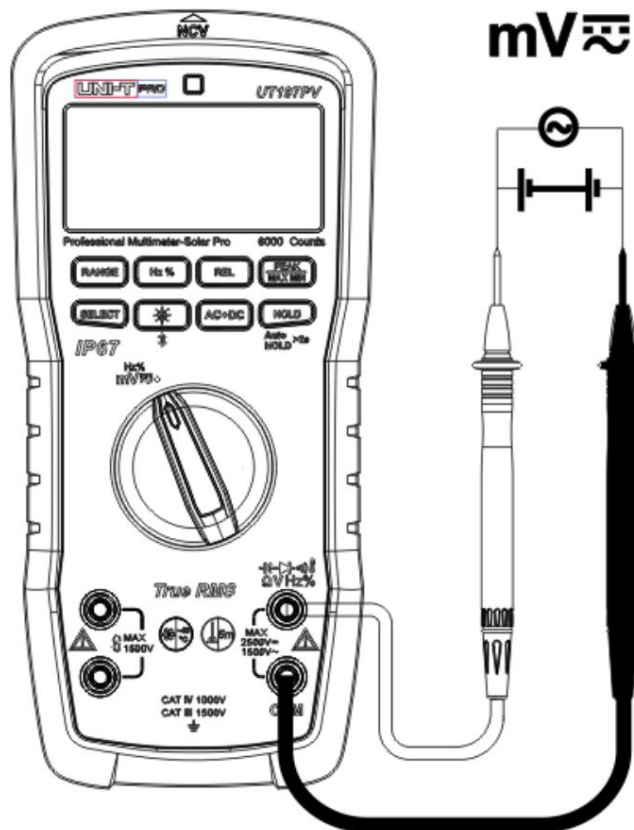

Figura 8
4. Măsurarea curentului alternativ în mV (Figura 8)
5. Măsurarea curentului continuu în mV (Figura 8)